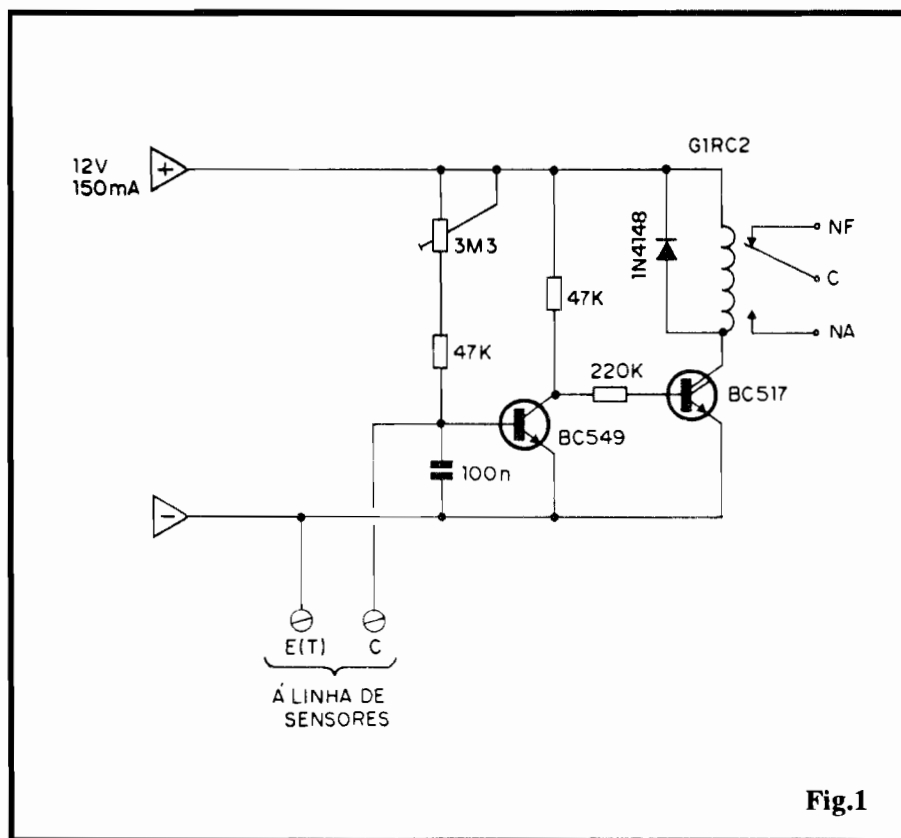

Fig.1
- FIG. 1 - DIAGRAMA ESQUEMÁTICO DO CIRCUITO - Um transistor comum, do grupo “BC”, e mais um pequeno **Darlington** (também da mesma série), formam todo o conjunto ativo do circuito... Em condições “normais”, o BC549 encontra-se polarizado na saturação, via resistor de 47K e trim-pot de 3M3, com o que a base do **Darlington** BC517 se manterá **negativa** (via resistor de 220K). O relê, na condição de carga de coletor do dito BC517, permanece desenergizado... Aos pontos E(T) e C (**emissor** “terra”, e **coletor**), fica ligado um ou mais foto-transistores, tipo TIL78 ou equivalente (várias equivalências são possíveis...). Enquanto tais sensores forem mantidos “no escuro” (ou em condições de baixa luminosidade incidente, calibradas via ajuste no trim-pot de 3M3), nada se altera... Quando, porém,